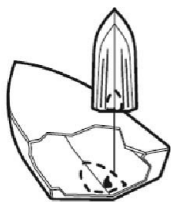

Рис. 29
- В основном – чем быстрее лодка, тем дальше от носа и ближе к середине корпуса должен быть установлен датчик, чтобы оставаться в постоянном контакте с водой при высокой скорости (Рисунок 29).